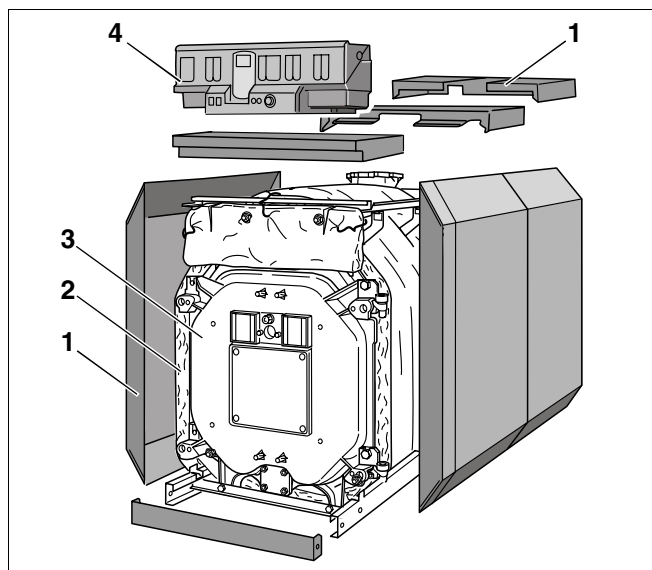
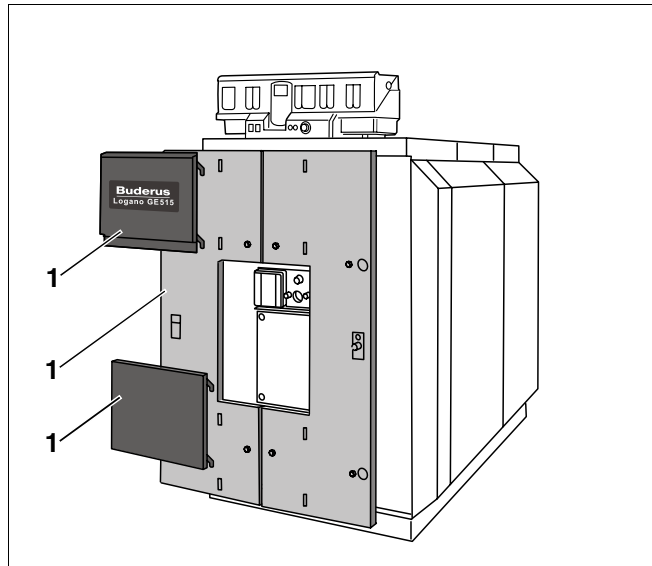

Fig. 1 Caldaia speciale a gas/gasolio Logano GE515
Fig. 2 Caldaia speciale a gas/gasolio Logano GE515
- Blocco caldaia (fig. 1, **pos. 3**).
- Rivestimento caldaia (mantello, fig. 1 e fig. 2, **pos. 1**), isolamento termico (fig. 1, **pos. 2**).
- Apparecchio di regolazione (fig. 1, **pos. 4**)